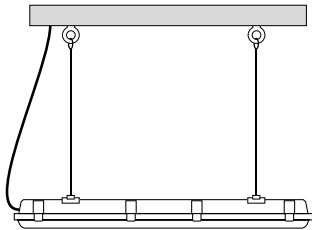

Рис. 2. Установка светильника подвесным способом
- 3.2. Для подвешивающего монтажа (рис. 2) закрепите на потолке рым-болты для тросов (в комплект не входят).